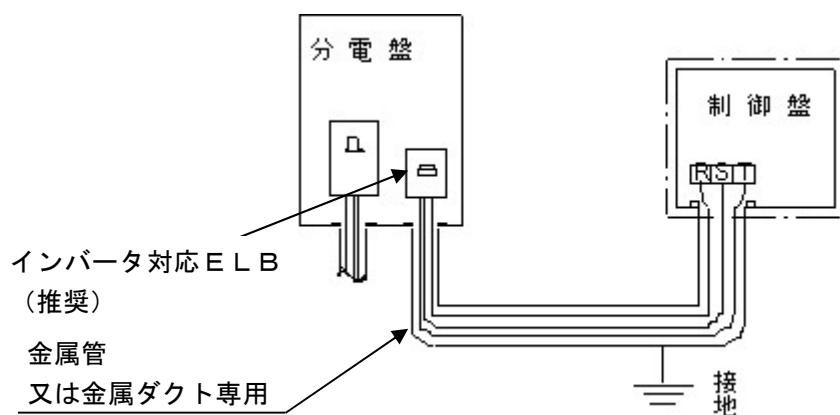

図7 電気配線
- (1) この直結給水ブースタポンプは、主要部品（電動機・圧力センサ・フロースイッチ・サーミスタ等）の電気配線は行っておりますが、一次電源は配線しておりません。制御盤内の結線図を参照して行ってください。一次電源配線は専用として、金属管又は金属ダクトに入れて、シールドを施し、管の外被は接地してください。同一管またはダクト内に、他のケーブルや制御線は、併設させないでください。（図7）
- (2) この直結給水ブースタポンプは、一次電源側に主開閉器が入っておりませんので、必ず取付けてください（図7）。〔感電事故防止のため、法律により、ご使用先に漏電遮断器の取付けが、義務付けられていますが、直結給水ブースタポンプには特に「インバータ用」のものをご使用ください。〕
- (3) 開閉器を入れる前に、次の点をお調べください。
- ①遮断器（ヒューズ）は、適切なものが入っているか。
- ②配線は、間違いはないか。
- ③接地（アース）は、確実に施工してあるか。（D種（第三種）接地工事）
- ④電動機端子3本が、1本でもゆるんだりはずれたりしていないか。端子2本で運転されると、欠相運転となり、電動機が焼損しますので、ご注意ください。
- (4) 電圧は定格電圧の±5%以内、電圧と周波数の同時変動は、双方絶対値の和が5%以内、相間電圧アンバランスは2%以内まで許容していますが、その範囲を越えてのご使用は、故障の原因となりますので、ご使用しないでください。